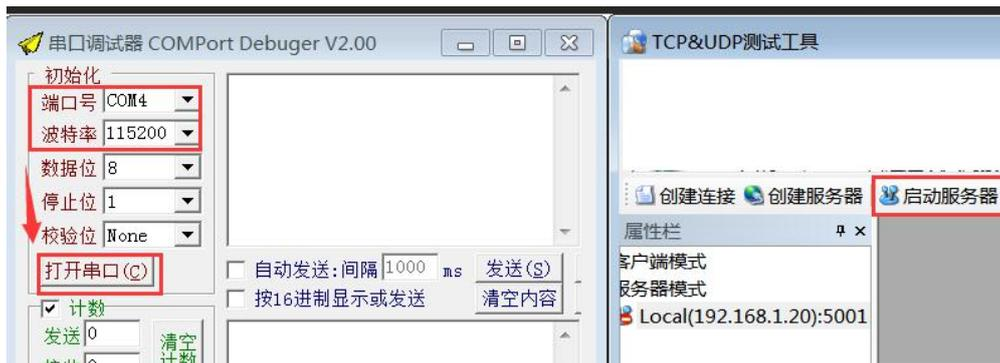

图 5.9
7. 点击“启动服务器”→选择串口的“端口号”（根据实际连接的端口号选择），“波特率”设为“115200”→点击“打开串口”。如图 5.9 所示。